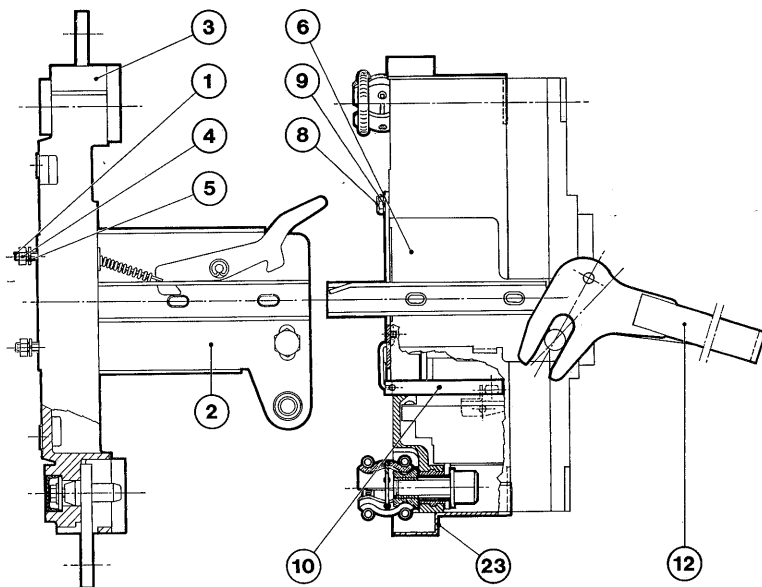

Fig. 16
7.7. Trasformazione dell'interruttore base in interruttore sezionabile con attacchi anteriori. (fig. 16)